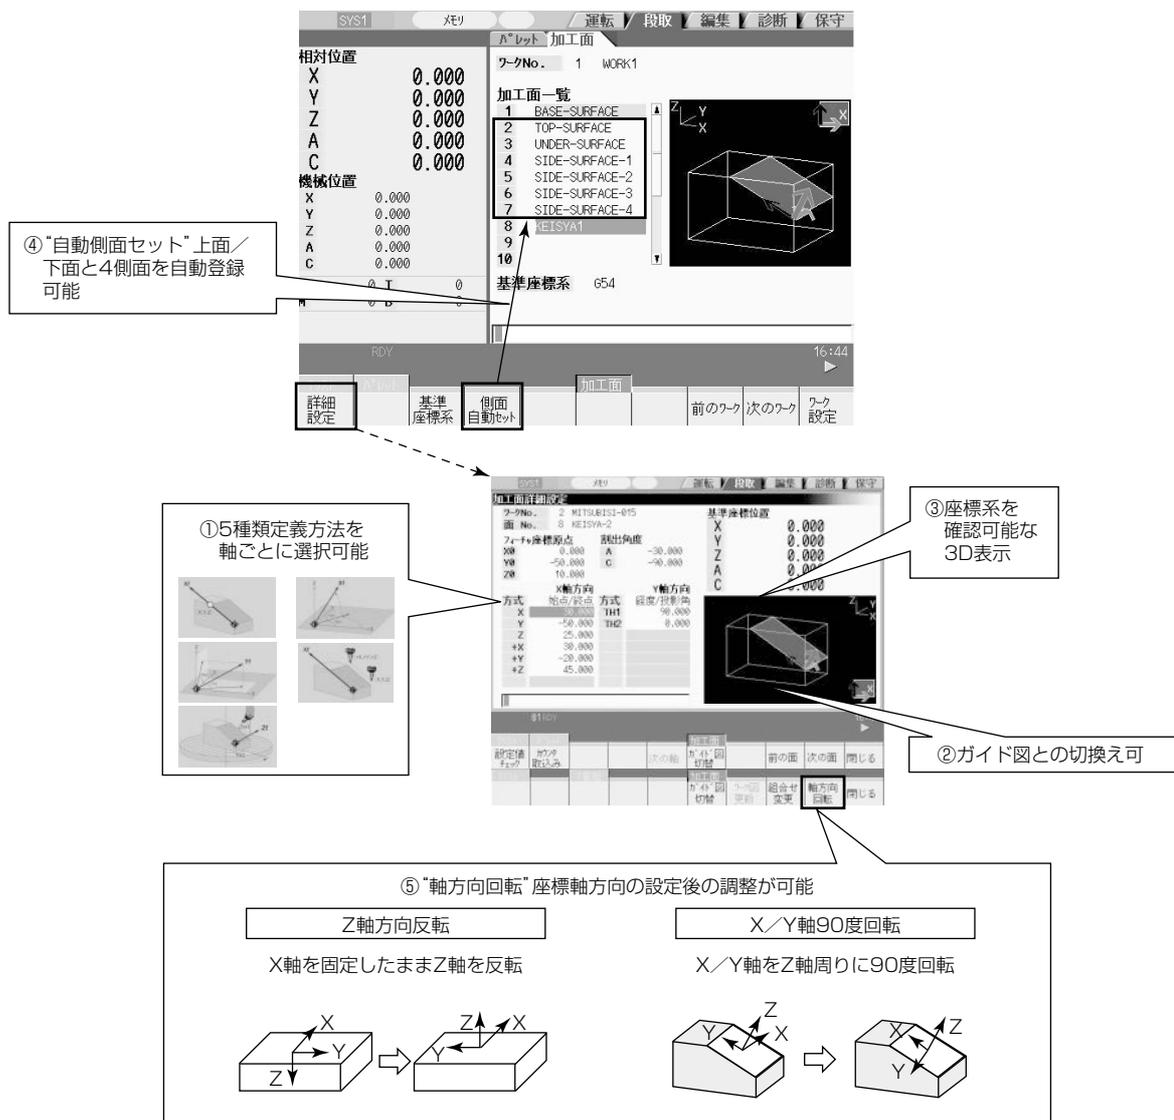

図4. 傾斜座標系の簡単定義・確認
今回開発したR-Naviにおける座標系定義は、加工プログラムからの指令ではなく、あらかじめ画面操作で座標系を登録しておく方式とした(図4)。
“図面を見たまま簡単に定義できる”をコンセプトとし、5種類の定義方法(1点指定、2点指定、経度/緯度、経度/投影角、割出角度)から図面情報に合わせて軸ごとに独立して選択可能としている(図4①)。設定する軸は直交3軸から任意の2軸を選択可能であり、各定義方法のガイド図を参照しながら入力できる(図4②)。また、定義した座標系は画面上に3D表示されるため、意図通りに定義されているか否かをその場で確認することができる(図4③)。一方、座標原点は、ワーク座標原点からのオフセットで入力することによって、加工ワークの設置位置に依存しないようにしている。
“側面自動セット”は素材の上面、下面、4側面に沿った6つの座標系を自動登録する機能であり、5面加工では座標系登録が不要となる(図4④)。一方、“軸方向回転”では一旦(いったん)登録した座標系に対して、Z軸方向を反転したり、Z軸周りにX/Y軸を90度ずつ回転したりすることができ、登録後に座標系の調整を容易に行うことができる(図4⑤)。